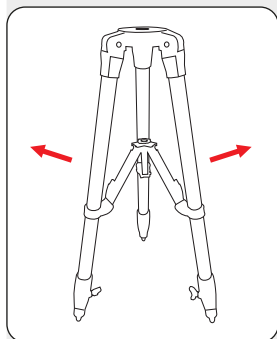

Fig. 4: statiefpoten spreiden
1. Pak de drie bovenste statiefpootdelen (3) vast en trek deze volledig naar buiten (Fig. 4).